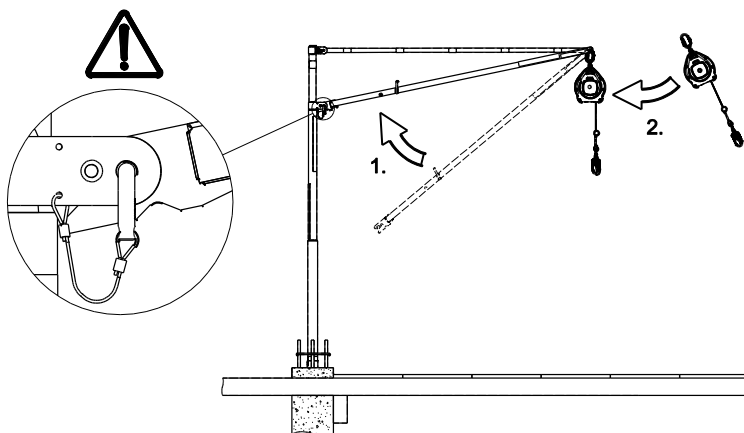
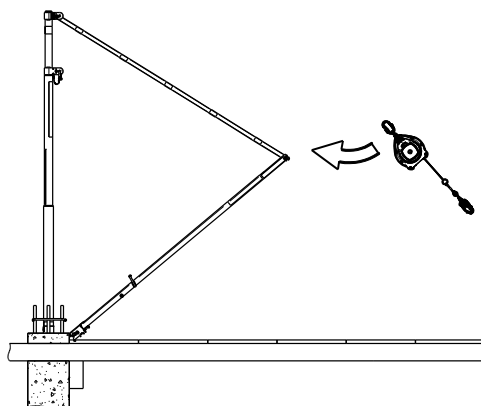

Bild 25. Montering av SkyReach Förankringsenhet med ett Falcon Fallskyddsblock 6,2m.
Bild 26. Infästning av ett Falcon Fallskyddsblock 6,2m vid en lägre position.
3. Gå vidare genom att antingen; (1) helt montera SkyReach Förankringsenhet genom att placera haken på staget till mastens nedre fästörön, se Bild 25. Lås fast staget med Låssprinten enligt figuren. Anslut sedan Fallskyddsblocket till förankringspunkten och säkerställ att det är ordentligt fastsatt. **Eller** (2) gå vidare med att positionera bom och stag enligt Bild 26, fäst sedan fallskyddsblocket till förankringspunkten, som nu är placerad på en lägre höjd, innan staget säkras till masten.